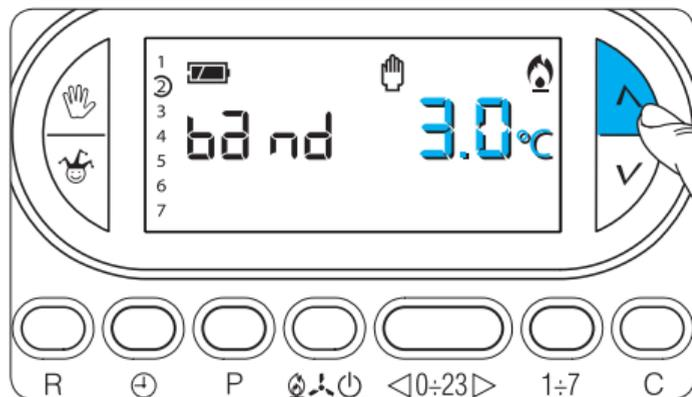

Fig. 72
19.12 - Premere il pulsante **^** (avanti) o (indietro) **v** (fig. 72) per modificare la Banda Proporzionale tra 1 e 3°C.